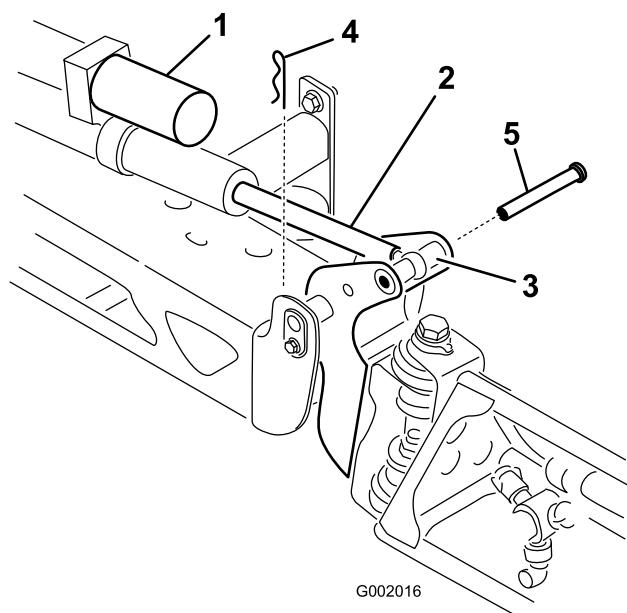

図 45
2. ピボット・ピンからコッターピンを抜き取る (図 45)。
3. ブームを持ち上げて、ピンを外す(図 45)。ブームをゆっくりと床まで降下させる。
6. ブームを持ち上げて、ピボットをアクチュエータ・ロッドに整列させる。ブームを支えながら、ブームのピボットとアクチュエータ・ロッドにピンを通す(図 45)。